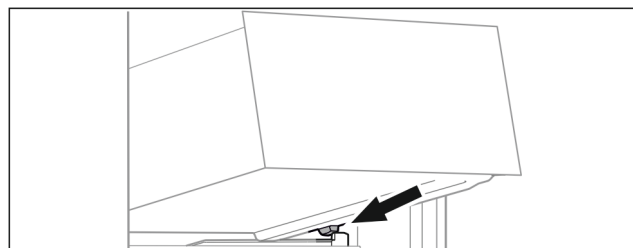

Fig. 72
- Schubfach schräg hinter den Stopperrn auf Behälterrippe aufsetzen. (siehe Fig. 72)